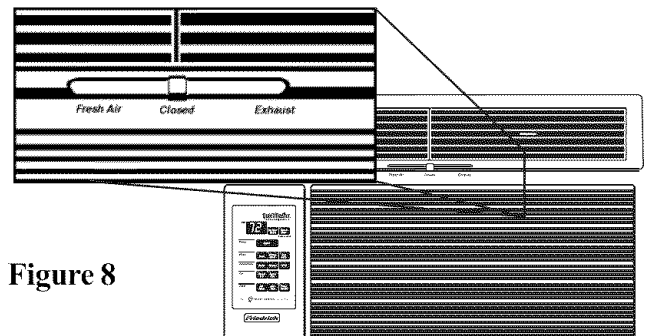

Figure 8
- 3 FAN ONLY (ventilateur seulement) - Appuyer sur la touche FAN ONLY pour ne faire fonctionner que le ventilateur. Il est possible d'utiliser cette fonction avec la fonction air frais / évacuation (FRESH AIR/EXHAUST) pour amener de l'air frais dans la pièce ou faire sortir de l'air vicié. La fonction FRESH AIR/EXHAUST se trouve à l'avant, en haut du climatiseur. Voir page 25, Figure 8.
En plaçant le bouton sur la position de refoulement, EXHAUST (Figure 8), l'air vicié et les odeurs de fumée pourront être éliminés de la pièce. Cette fonction devrait être utilisée en combinaison avec la fonction de ventilateur seulement (FAN ONLY) pour envoyer le flux d'air vers l'extérieur. Pour un refroidissement normal, le bouton devrait être en position fermée normale (VENT SHUT) pour une performance maximale.